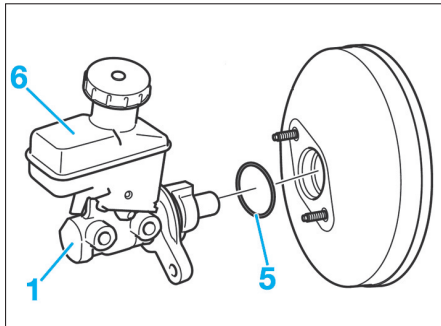

FIG. 22
- remplacer le joint torique (5) du maître-cylindre (Fig.22).